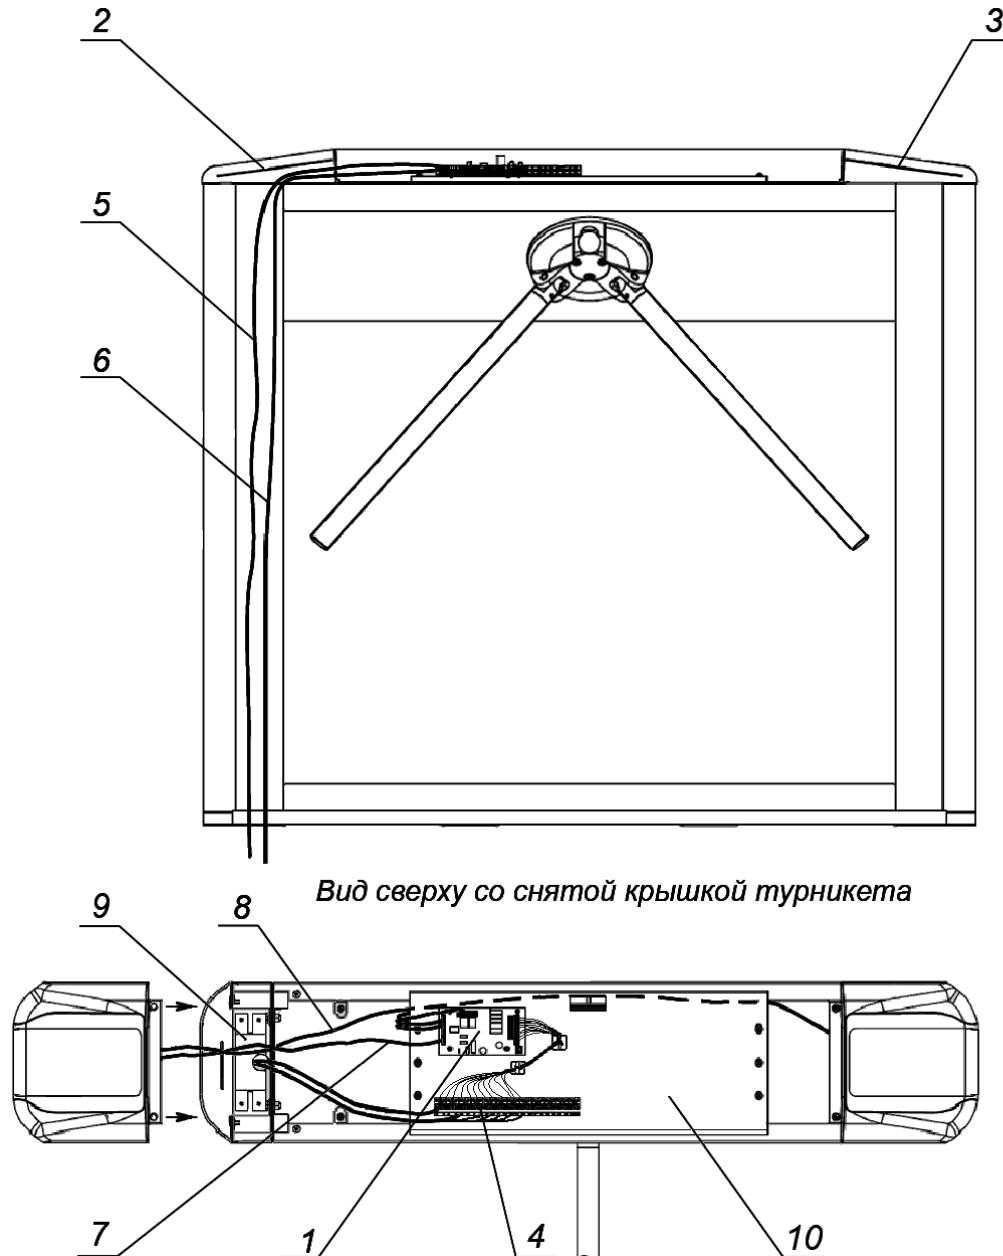
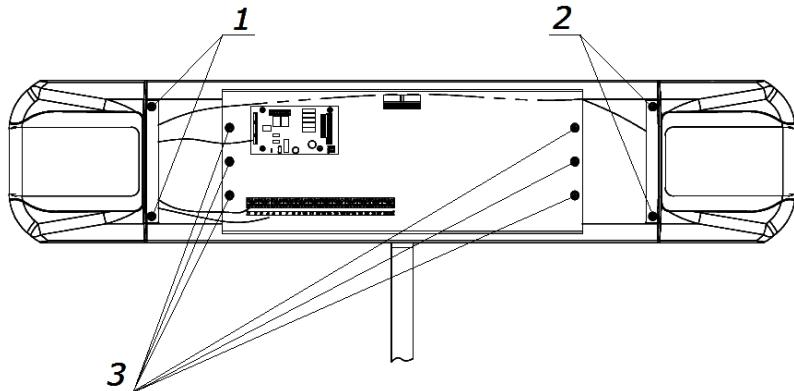

Рисунок 12. Схема прокладки кабелей в стойке турникета
Рисунок 15. Расположение крепежных винтов
4. При необходимости прокладки кабелей под поверхностью пола подготовьте в полу кабельный канал, подходящий к зоне ввода этих кабелей в стойку турникета. Прокладка кабелей внутри стойки показана на рис. 12.
6. Снимите крышку турникета (3) согласно разд. 6.
7. Демонтируйте стенку боковую (7) в сборе с крышкой (9). Для этого:
- Отверните два винта (2 на рис. 15).
- Отведите стенку от стойки и отсоедините кабель, соединяющий платы индикации (8 на рис. 12) от платы ПИ2, расположенной под крышкой.
8. Демонтируйте стенку (6) в сборе с крышкой (8). Для этого:
- Отверните два винта (1 на рис. 15).
- Отведите стенку от стойки и отсоедините от платы индикации ПИ1 (расположена под крышкой) кабель (8 на рис. 12), соединяющий платы индикации, и кабель индикации (7 на рис. 12), идущий от платы управления.
13. При необходимости произведите установку платы внешнего контроллера СКУД внутри стойки турникета на кронштейне (10 на рис. 12); для этого используйте фиксаторы на самоклеящихся площадках FSS-5 из комплекта поставки.
14. При необходимости произведите установку считывателей карт доступа на предусмотренные для этого кронштейны на торцах стойки (9 на рис. 12). Для удобства монтажа снимите кронштейн, открутив рожковым ключом S5,5 две гайки М3, расположенные снизу под кронштейном. Для подключения считывателей используйте свободные контакты (15 - 24) выносной клеммной колодки **XS1**.
2. Снимите крышку (3) турникета в порядке, указанном в разд. 6 и положите ее на ровную устойчивую поверхность.
3. Для доступа к узлу вращения преграждающих планок турникета снимите кронштейн (4 на рис. 15) с платой управления и выносной клеммной колодкой. Для этого: выкрутите 6 винтов (3 на рис. 15), фиксирующих кронштейн на стойке турникета, и аккуратно отведите кронштейн в сторону, не повредив подключенные кабели.